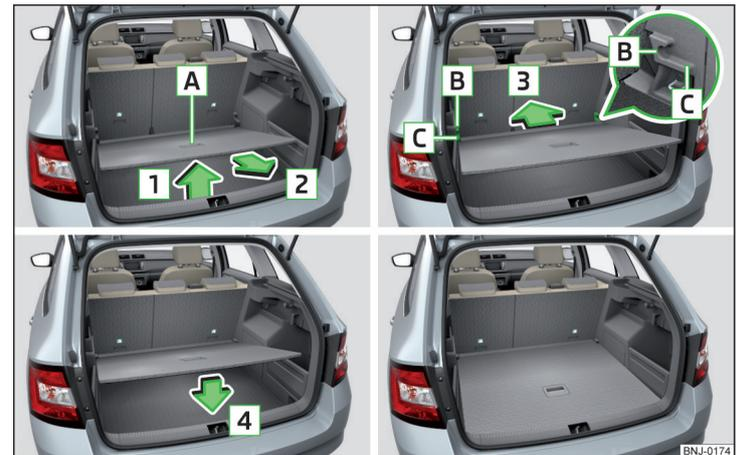

Abb. 91 Variablen Ladeboden in die obere Position einstellen
- › Den variablen Ladeboden am Griff **A** » Abb. 91 fassen.